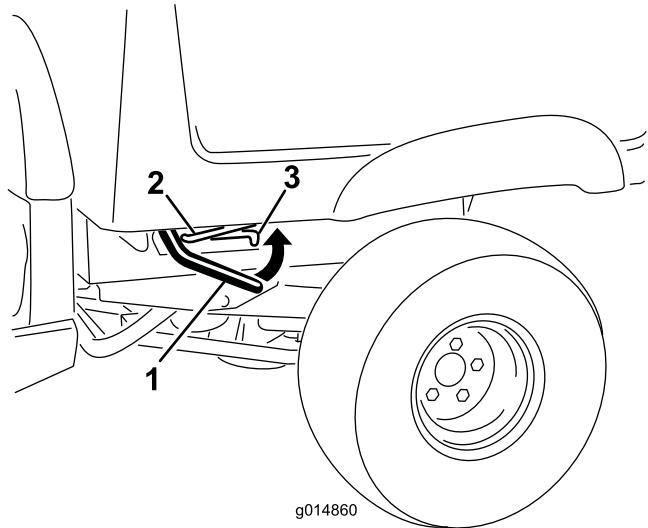

Figura 19
- Sollevate la leva del dispositivo di fermo sul lato vicino all'angolo anteriore del pianale e sollevate il cassone stesso (Figura 19).
- Fissate il pianale tirando l'asta di supporto nell'arresto posteriore all'estremità della fessura che si trova nel telaio a sinistra della macchina (Figura 19).
- Sollevate il pianale alzando leggermente la leva del dispositivo di fermo (Figura 19).
2. Estraete l'asta di supporto dalla fessura dell'arresto (Figura 19).
3. Abbassate il carico in modo da bloccarlo in sicurezza (Figura 19).